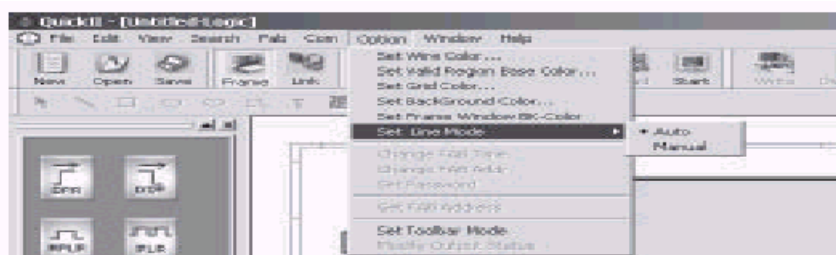

Fig. 4.14 Selección del modo de vínculo (link)
1. Haga clic en la opción **Set line mode** bajo la Lista de Opciones de Función con el botón izquierdo del mouse y luego haga clic en **Auto** o **Manual** en la sub opción, como se ve en la Fig. 4.14. El modo por defecto es vinculación automática.